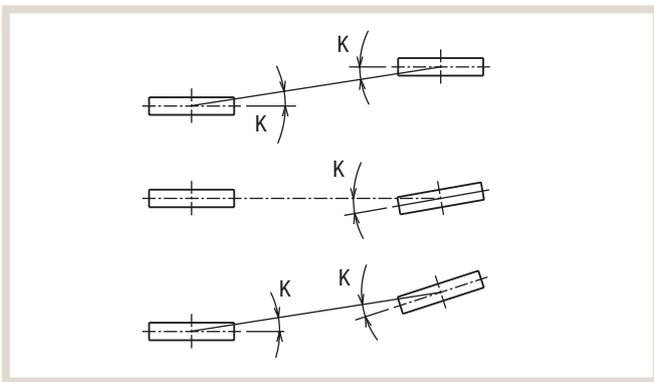

Abbildung 1-1: Horizontale Scheibenausrichtung
- (1) Ventilator- und Motorriemenscheibe müssen möglichst parallel ausgerichtet sein, damit sie die Kriterien aus Abbildung 1-1 und Tabelle 1-1 erfüllen (offene Riemenführung).
- (2) Der Riemen muss so gespannt werden, dass der Durchhang dem in Tabelle 1-2 angegebenen Bereich entspricht.
- (3) Nach etwa 24 bis 28 Betriebsstunden Einlaufzeit muss an einem neuen Keilriemen der Durchhang und die Riemenspannung geprüft und eventuell nachgestellt werden. Für einen neuen Keilriemen gilt für die Riemenspannung in etwa das 1,15-fache der Durchhangs- oder Ablenkungskraft W .
- (4) Danach muss die Riemenspannung etwa alle 2000 Betriebsstunden wie in Schritt (3) geprüft und nachgestellt werden. Der Keilriemen ist überdehnt und muss ausgetauscht werden, wenn die Länge über 2 % der Ursprungslänge, einschließlich der anfänglichen Dehnung von 1 %, zugenommen hat. Das wird etwa nach 5000 Betriebsstunden auftreten.